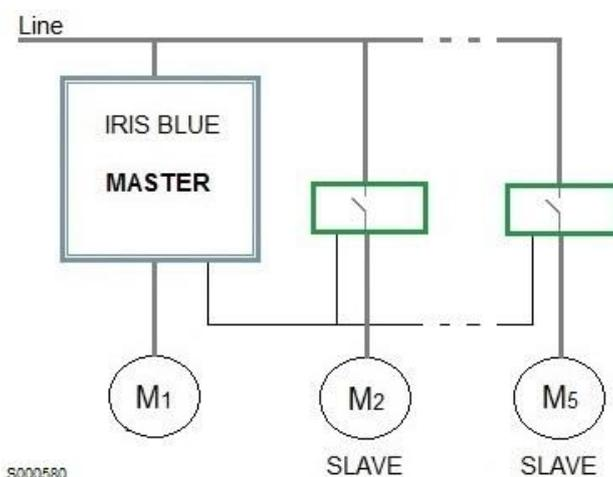

Figura 71: Schema a blocchi del funzionamento MMC – avviamento diretto
- Avviamento diretto (DOL): consiste nel connettere il motore direttamente alla rete elettrica di alimentazione interponendo semplicemente un teleruttore. Vedi Figura 71.